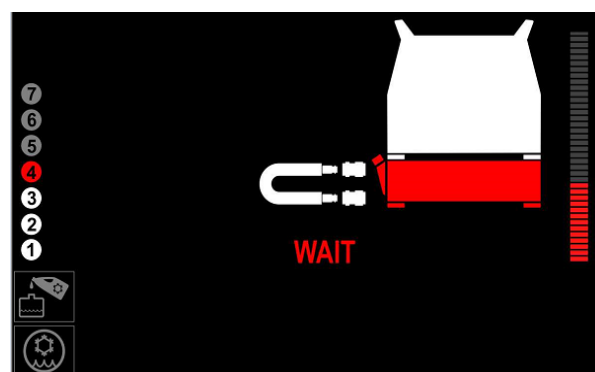

Figura 17
- Espere hasta que el refrigerante circule por todo el sistema de refrigeración y retorne al depósito (Figura 17 o 25).